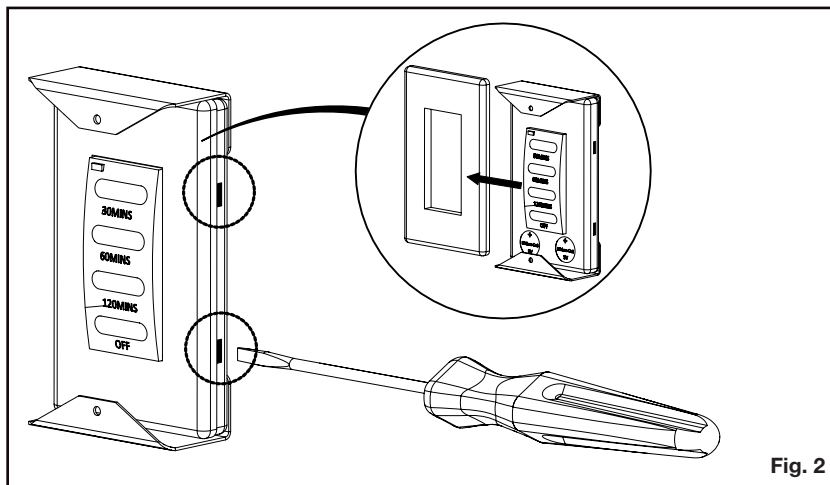

Fig. 2
1. Retirez la plaque frontale du minuteur de la plaque de support en insérant un petit tournevis dans la fente supérieure ou inférieure située sur le côté de la plaque frontale du minuteur, soulevez-la et faites-la glisser. (**Fig. 2**)